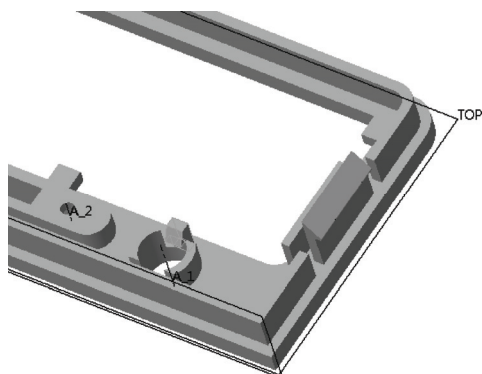

图 12-60 创建卡扣
7) 在“拉伸”选项卡中单击（完成）按钮。以拉伸方式创建的卡扣结构如图 12-60 所示。